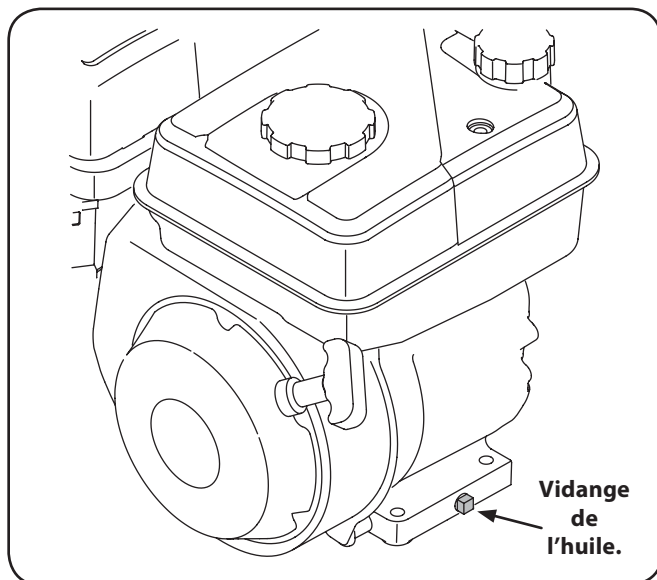

Figure 6-1
2. Retirez le bouchon de vidange et vidangez l'huile dans un récipient approprié. Voir la figure 6-1.